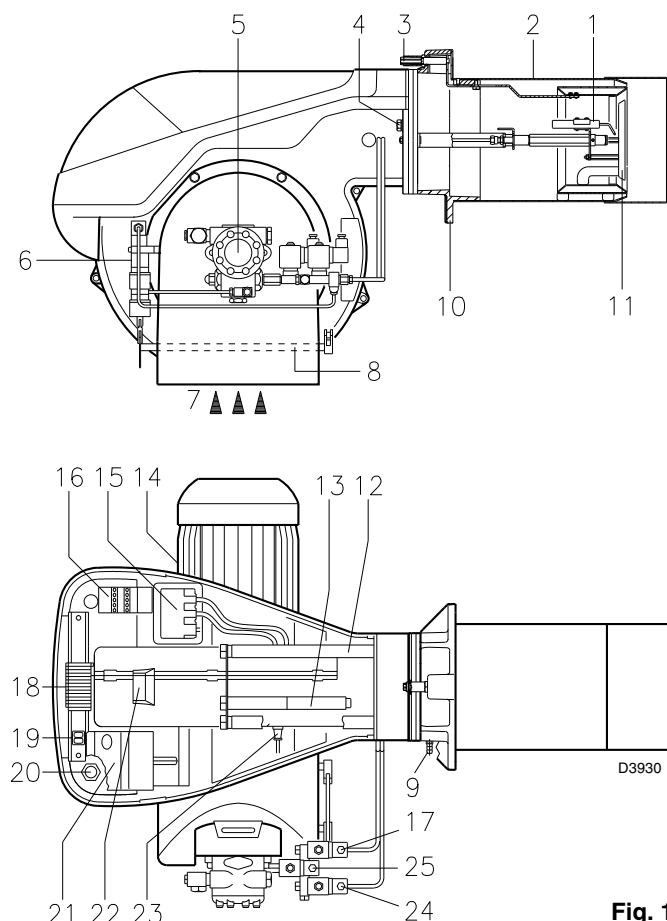

Fig. 1
**Bloqueio do equipamento:** o acendimento do botão (led vermelho) do equipamento 22)(Fig. 1) indica que o queimador está bloqueado.
**Bloqueio do motor:** para desbloquear, premir o botão do relé térmico 17)(Fig. 1).